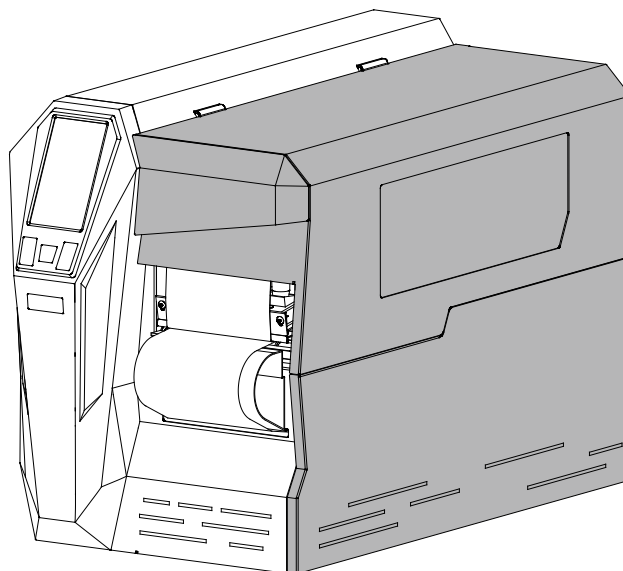

图 2-39 纸卷安装完成
11. 合上打印机上翻盖，进入 LCD 触控屏设置菜单，设置出纸处置模式为回卷模式（具体请参考 3.2.1.7 出纸处置），如图 2-39 所示。